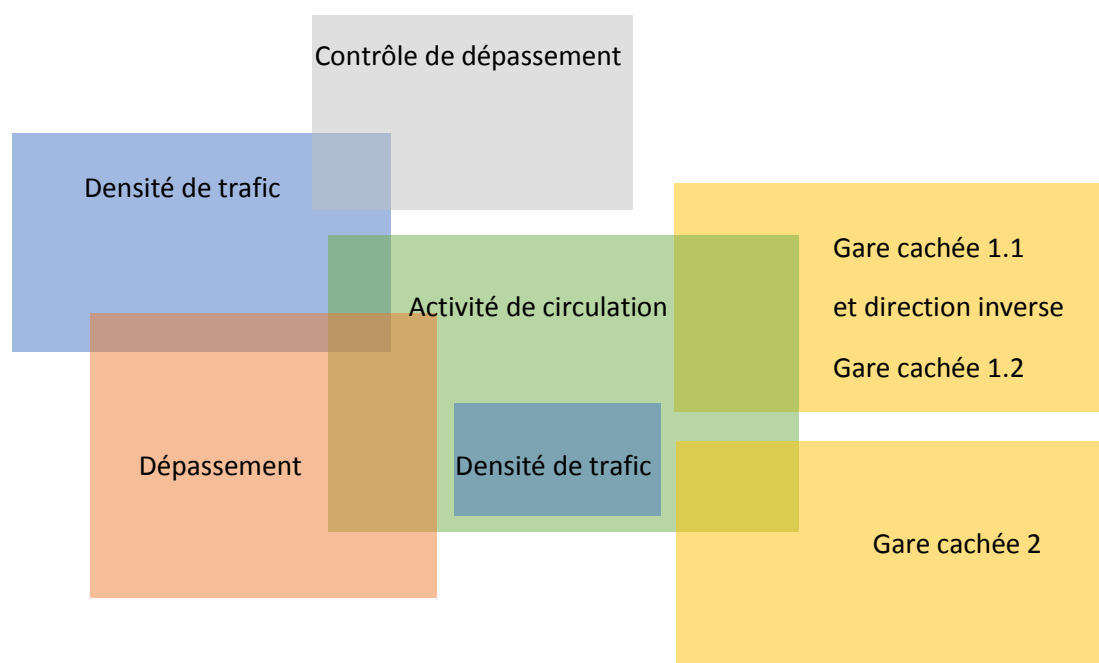

Fig. 13.2
- Plusieurs zones de RTF peuvent se chevaucher ou s'imbriquer (Fig. 13.2). Peu importe que ces RTF soient du même type ou non, à l'exception encore une fois des RTF-CGC. Ceux-ci ne doivent pas chevaucher d'autres RTF, à l'exception d'un RTF-CGC pour la direction inverse, d'un RTF_AC et d'un RTC-ITH.